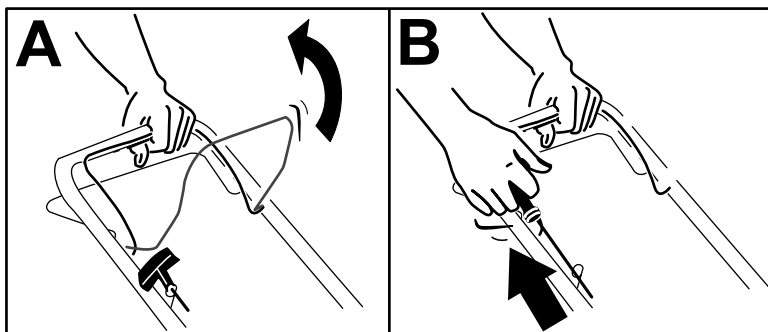

Figura 12
1. Mantenha a barra de controlo da lâmina encostada à pega (A da Figura 12).
2. Puxe a pega do arranque manual com cordão (B da Figura 12).